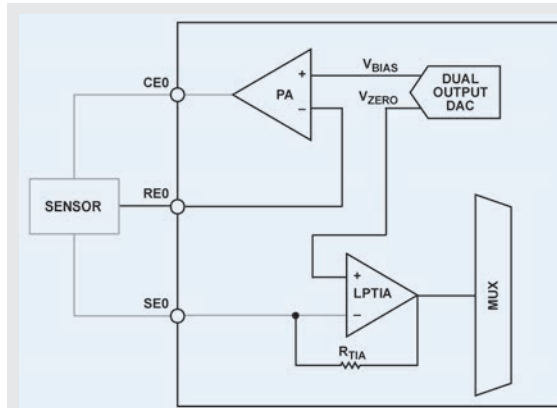

Figura 3
Pentru aplicații precum EDA sau măsurători electrochimice care necesită excitație de frecvență joasă de la DC, de până la 200 Hz, dezvoltatorii pot utiliza o buclă de excitație cu lățime de bandă mică. În această buclă, un DAC pe 12-biți cu consum de putere redus, cu două ieșiri, controlează intrarea ne-inversoare a unui amplificator cu potențiostat (PA) cu zgomot redus, conectat, tipic, la electrodul numărator (CE – Contor Electrode) într-o configurație de senzor cu 3 fire (Figura 3).